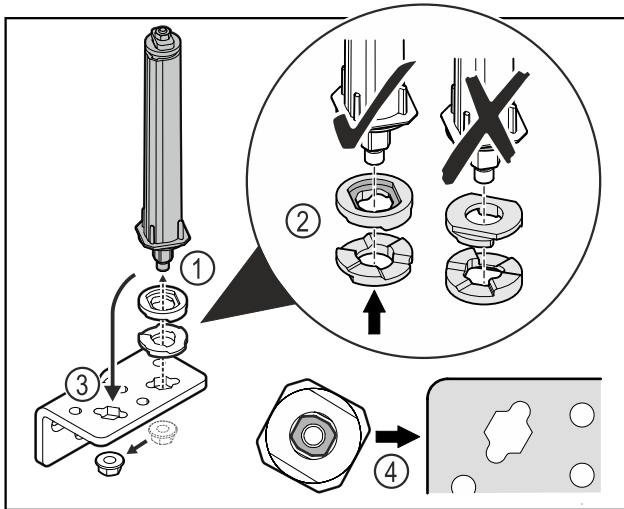

Fig. 36
- ▶ Svitare il dado e rimuovere il sistema di chiusura della porta Fig. 36 (1).
- ▶ Assicurarsi che le rondelle per la regolazione dell'altezza siano rivolte nel verso giusto Fig. 36 (2).
- ▶ Spostare il sistema di chiusura della porta nella cerniera angolare e fissarlo con il dado Fig. 36 (3).
- ▶ Durante l'inserimento del sistema di chiusura della porta assicurarsi che sia rivolto nel verso giusto Fig. 36 (4).